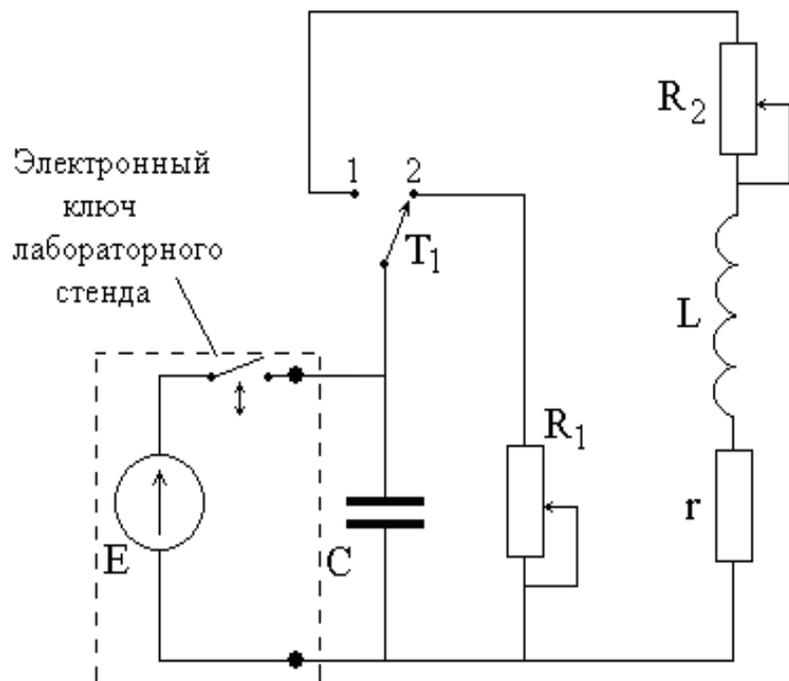

Рис. 35. Схема исследуемой цепи
1. К исследуемой цепи, схема которой показана на рис. 35, подключите электронный ключ (ЭК), размещенный в верхней части стенда.